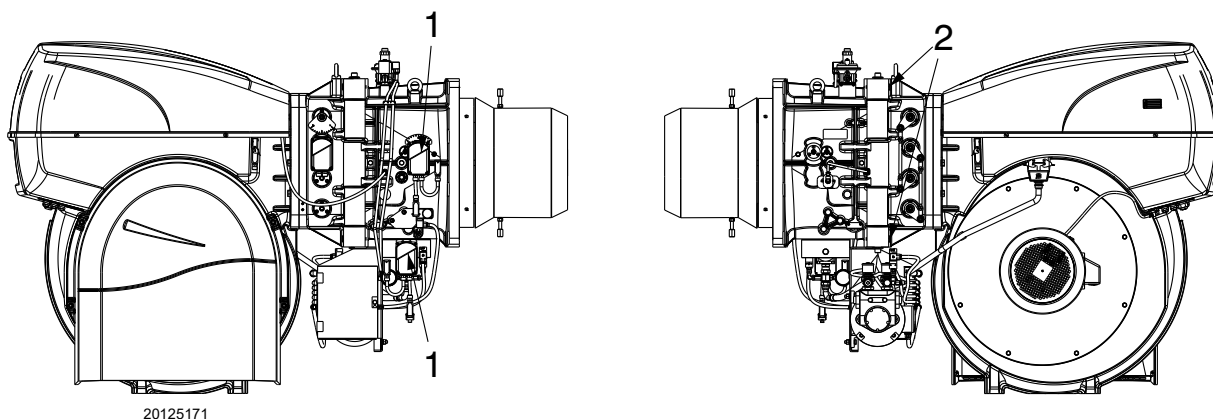

Fig. 45
- Déconnecter la prise 1)(Fig. 45) du servomoteur fioul/gaz.